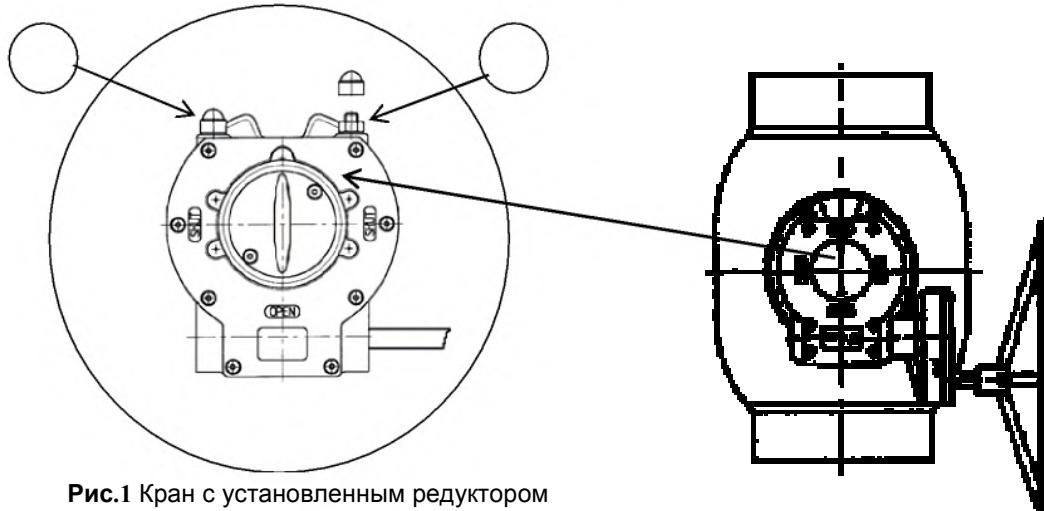

Рис.1 Кран с установленным редуктором
- 1.3 Установите редуктор в положение «открыто» - указатель положения редуктора должен указывать на положение OPEN (открыто) см. рис.1.
- 1.10.1 Снять защитный колпачок с контргайки упора-ограничителя. Открутить упор-ограничитель 1 и 2 (см. рис.1).